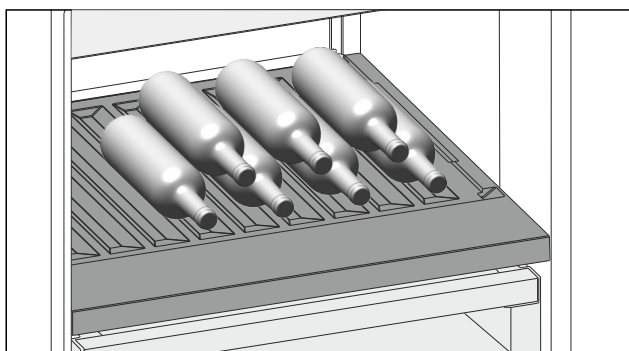

Fig. 103 Ilustrační zobrazení
- Láhve ukládejte dnem dozadu k zadní stěně. (viz Fig. 103)